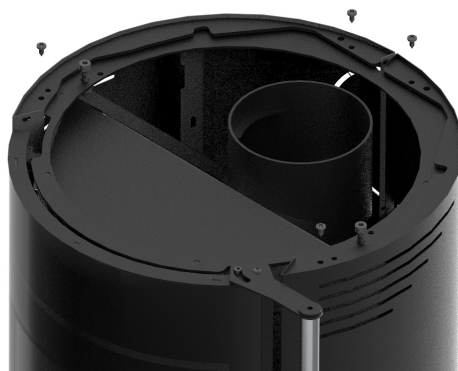

Figura 16 - Desmontagem das capas laterais no equipamento
- 2- Allentare le viti sulla parte superiore dei coperchi, come mostrato nella Figura 16, in modo da liberare i coperchi